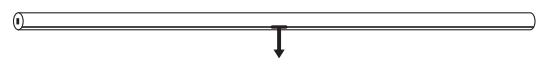

Figuur 1b
2. Leg alle horizontale buizen tussen de hoekstukken en koppel ze met elkaar met de koppelstaven. Zie figuur 1b.